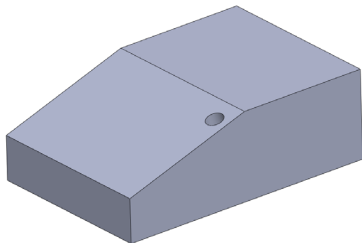

图 6-45 打开素材模型
(1) 单击常用工具栏中的【打开】按钮，打开一幅素材模型，如图 6-45 所示。